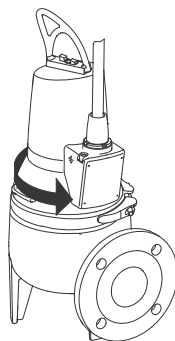

图 11 冲击方向
3. 如果连接正确，那么泵会向着与转动方向相反的方向冲击。见图 11。